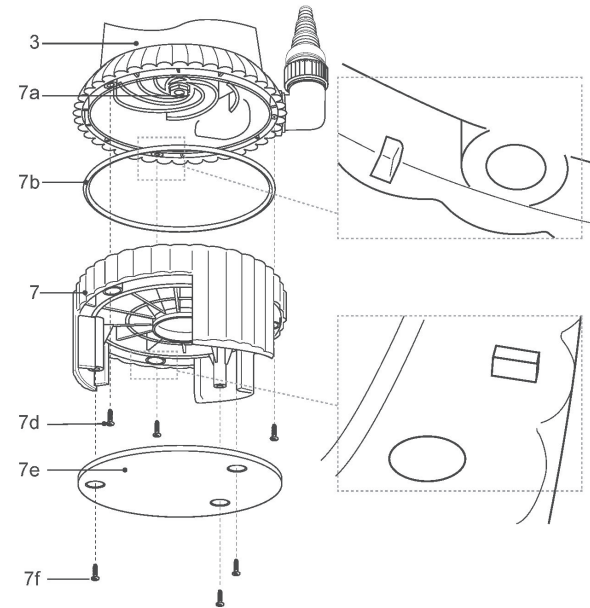

Fig. 8
- Si hay exceso de depósitos en la base, desmonte la base y la placa base del producto y limpie los componentes (Fig. 8).
- Afloje los tornillos (7d, 7f) hacia la izquierda con un destornillador de estrella adecuado y retírelos junto con la base (7) y la placa base (7e).